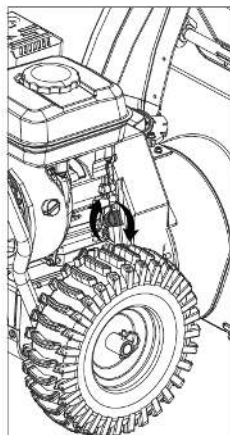

Рис. 18
3. Установите щуп в маслозаливную горловину, не закручивая его (Рис. 18).